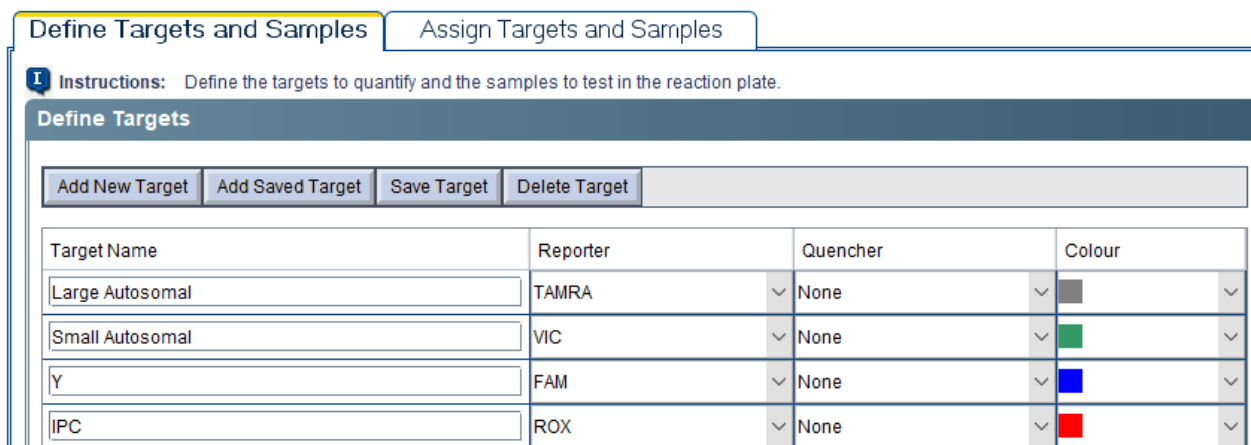

Рисунок 13
7. Обозначить мишени и выбрать для них соответствующие красители (рисунок 13).